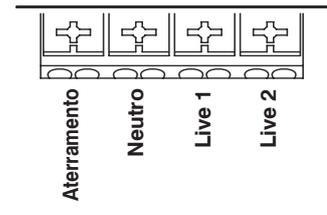

Figura 9: Terminais de energia elétrica
8. Veja a Figura 9. O bloco de terminais de energia tem três terminais etiquetados **Ground**, **Neutral**, **Live 1** e **Live 2**. Conecte o cabo de alimentação, conforme abaixo: